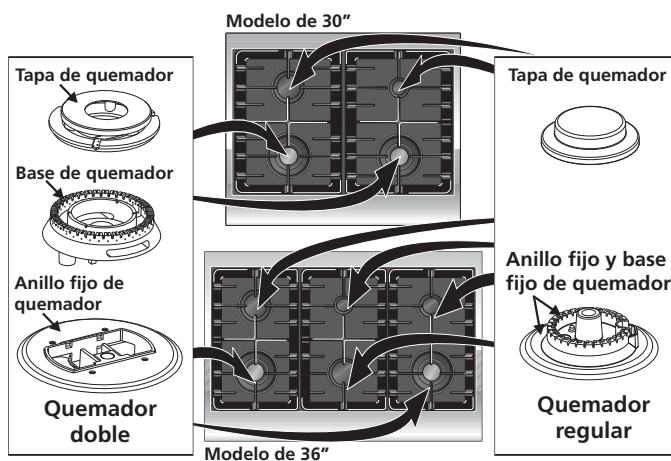

Figura 8
Esta estufa esta equipada con quemadores sellados como se muestra más abajo (Figura 8). **Todas las piezas están en su lugar. Tome nota en donde están.** Quite todo el material de protección localizado bajo la cabeza del quemador de dual. **NOTA:** No hace falta ningún ajuste de quemador en esta estufa.
5. Ajuste bajo "LOW" para la válvula de quemador de superficie Dual (vea Figura 8 y 10)